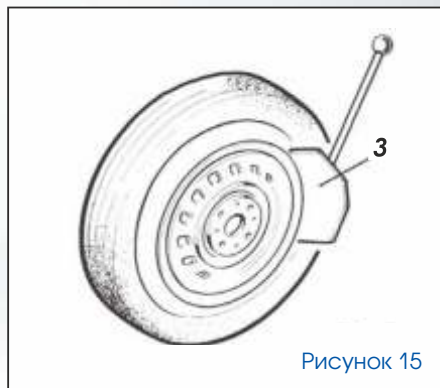

Рисунок 15
- Установите колесо на резиновый упор 2 (рисунок 15) боковины стенда.